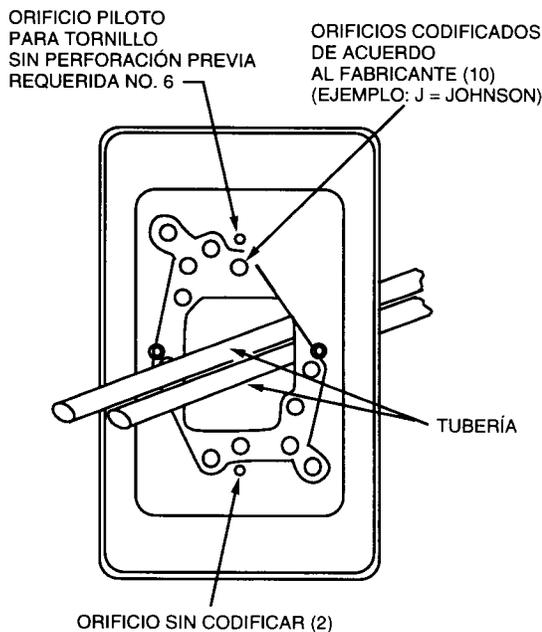

Fig. 4. Instalación de la placa del adaptador.
- 1 Pase la tubería a través del orificio grande que está en la placa del adaptador (Fig. 4).
NOTA: Si cualquiera de los orificios para tornillo de la pared coincide con los orificios sin codificar de la placa del adaptador (Fig. 4) prosiga como sigue (si no, continúe en el paso 3):
- 3 Para quitar la cubierta del termostato, guíe los tornillos hacia dentro (en el sentido de las manecillas del reloj) hasta que la cubierta se pueda quitar. Para quitar el termostato de la placa trasera, aparte los clips de retención (Fig. 4) y sepárelo.